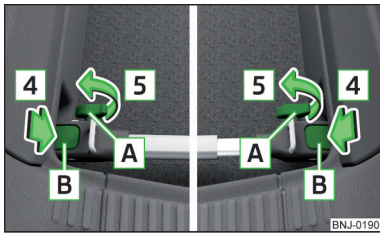

Abb. 102
- Die Halterungen **B** » Abb. 102 in Pfeilrichtung **4** bis zum hörbaren Einrasten eindrücken.